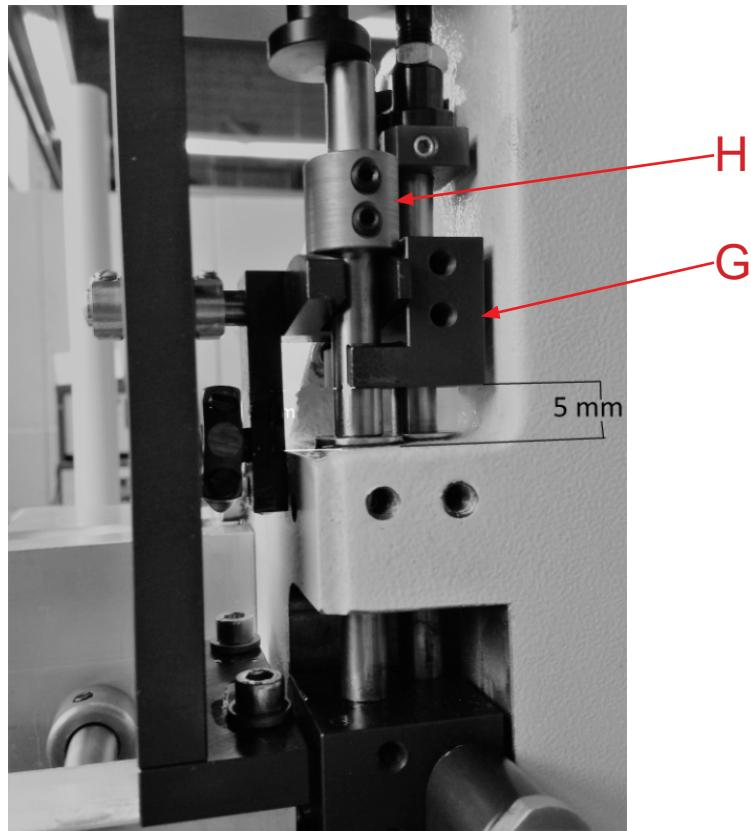

Fig. 4
5. Set presser foot bracket (G, Fig. 4) to 5 mm height.
Set stroke with collar (H, Fig. 4) of the upper feed.
5. Drückerfusshablager (G, Fig. 4) auf Höhenmaß 5 mm einstellen.
Mit Stellring (H, Fig. 4) Hub des Obertransport einstellen.